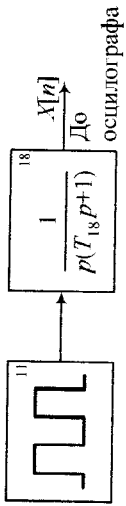

Рис. 17
3. Зібрати модель розімкнутої імпульсної системи, схема якої зображена на рис. 17.